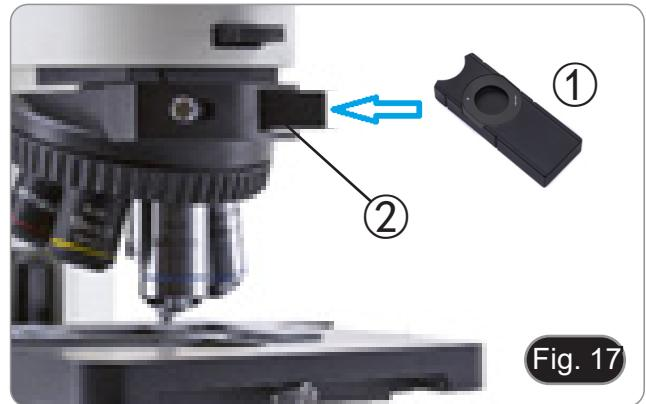

Fig. 17
- 2. Remova a lâmina vazia do revólver e insira o analisador no alojamento da lâmina vazia, depois insira o conjunto ① no slot ②. (Fig. 17)